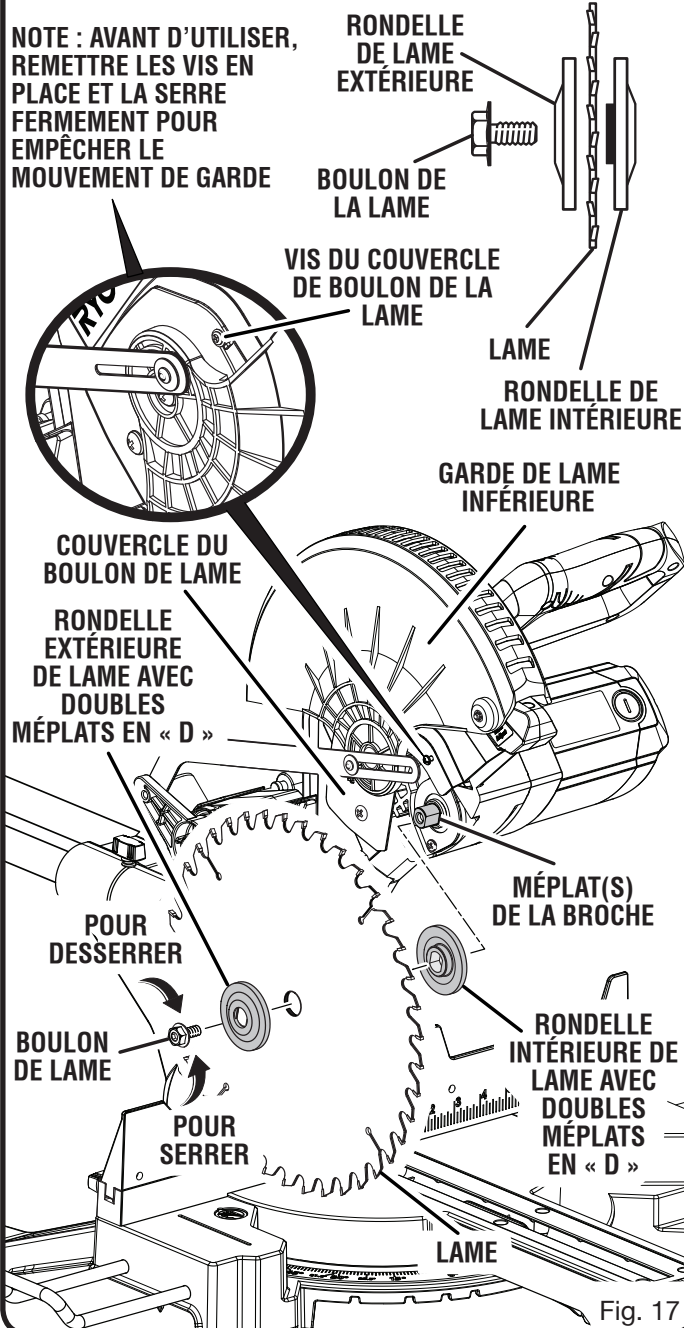

Fig. 17
- Engager la lame dans la garde inférieure et sur l'épaule de rondelle intérieure. Les dents doivent être orientées vers le bas à l'avant de la lame, comme le montre la figure 17.